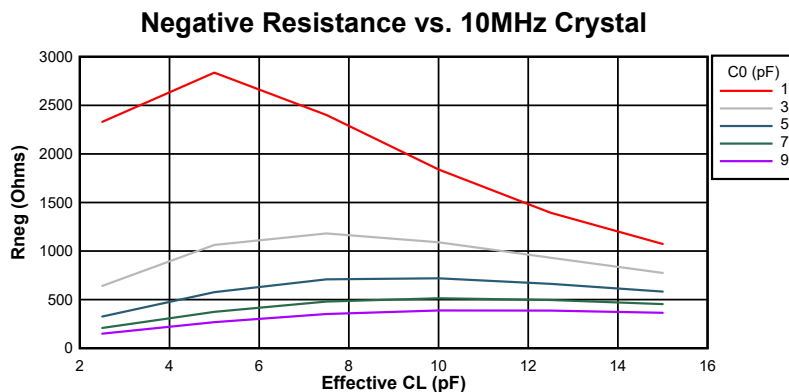
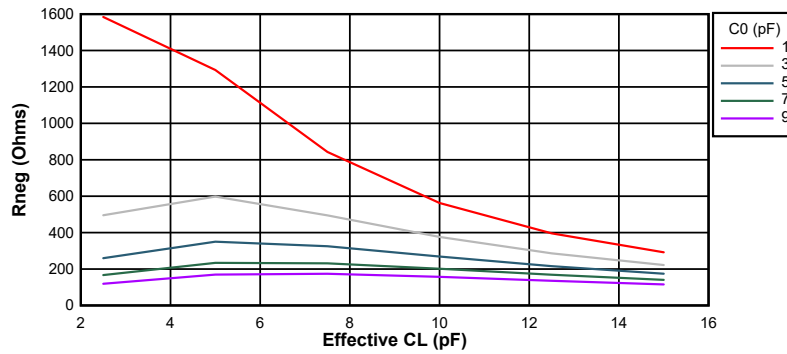

図 6-18. 10MHz 時の負性抵抗変動
図 6-19. 20MHz 時の負性抵抗変動
図 6-18 および 図 6-19 に、このデバイスの負性抵抗と水晶振動子間の関係の変動を示します。グラフからわかるように、水晶振動子の並列容量 (C0) と実効負荷容量 (CL) は電気発振回路の負性抵抗に大きな影響を及ぼします。これらは代表的なグラフであるため、設計上考慮すべき最小値および最大値については、表 6-8 を参照してください。